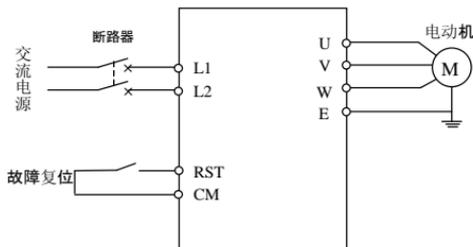

图 6-1 简单运行接线图
- ① 按图 6-1 所示接线：
- ② 确认接线无误后合上电源开关，接通电源，变频器先显示“P. oFF”，稍后显示“0”；
- ③ 根据变频器拖动电动机的额定铭牌数据，对参数 b-5、b-6 进行参数设置。
- ④ 将面板电位器旋钮逆时针旋转到底，频率设定为 0；
- ⑤ 按  键启动变频器，显示“0.0”；
- ⑥ 顺时针缓缓旋转面板电位器旋钮，变频器的输出频率由 0.0Hz 开始增加，电机开始运转；
- ⑦ 观察电机的运行是否正常，若有异常立即停止运行，断电，查清原因后再运行；
- ⑧ 将面板电位器顺时针旋转到底，则变频器的输出频率为 50.00Hz，电机按 50.00Hz 频率运转；
- ⑨ 按  键停止运行；
- ⑩ 切断电源开关。
(2) 用操作面板直接设定频率
- ① 按图 6-1 接线；
- ③ 确认频率设定通道为面板数字设定方式（[b-1] = 1）；
- ④ 根据变频器拖动电动机的额定铭牌数据，对参数 b-5、b-6 进行参数设置。
- ⑥ 按  键，增大设定频率，变频器的输出频率增加，电机转速加快；
- ⑧ 按  键减小设定频率；